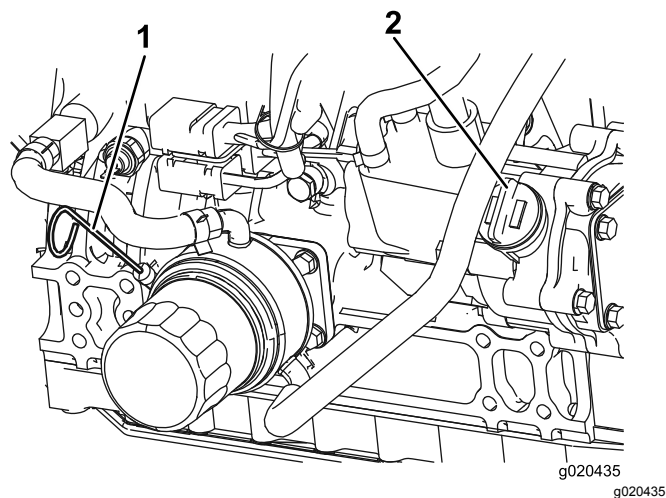

図 55
3. ディップスティックを抜き取り、付いているオイルをウェスで拭き、もう一度一杯に差し込んで抜く。FULL マークと ADD マークの間であればよい 図 55。
4. オイルの量が少ない場合は、補給キャップ 図 55 を取り、Full と ADD の間の位置までオイルを補給する。入れすぎないこと。